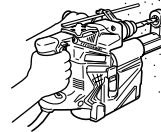

Fig. 8
- Tirer l'interrupteur de déclenchement après avoir appliqué la pointe du foret sur la position de perçage désirée. (Fig. 8)